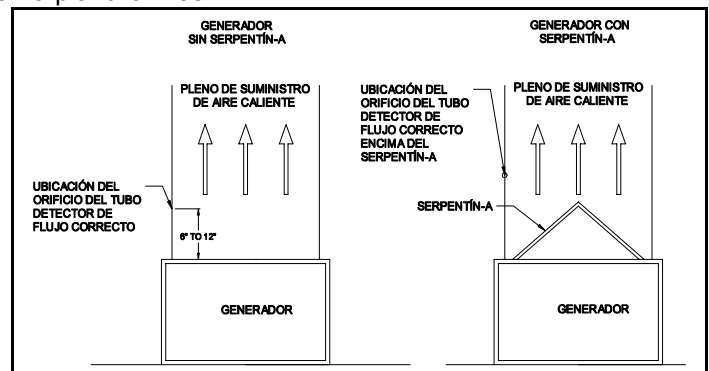

Figura 3
- Si el generador TIENE un serpentín "A" de aire acondicionado en la salida de aire caliente del generador, perfora un orificio de 1/4" en el pleno de suministro de aire caliente lo suficientemente alto por encima del serpentín "A" para que no entre en contacto con el serpentín "A" cuando esté instalado. Tenga cuidado cuando perfora el orificio para no dañar el serpentín "A". (Ver Figura 3)